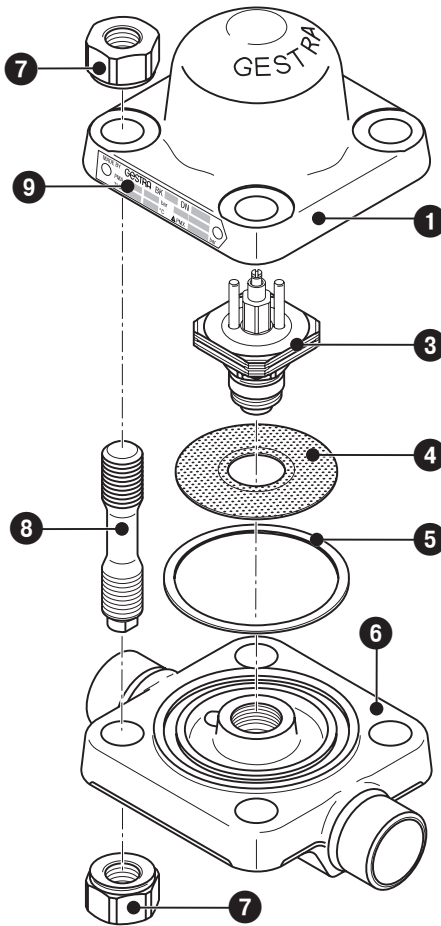
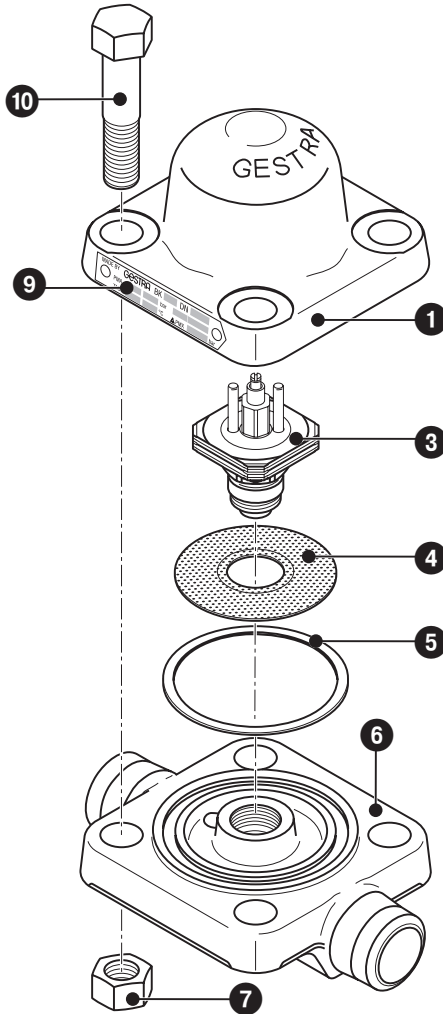
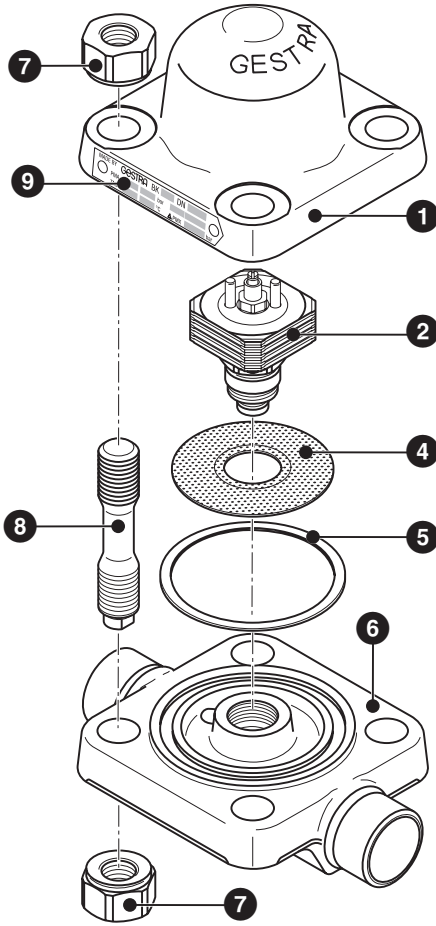
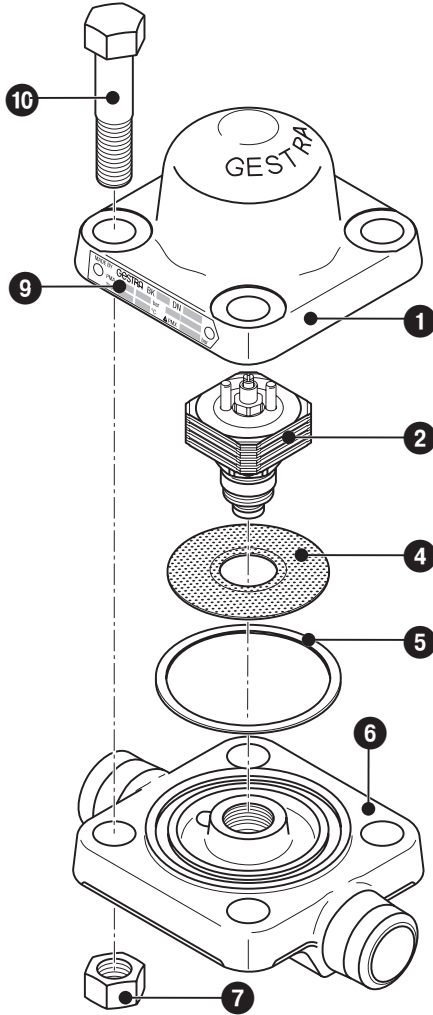

Fig. 2
Fig. 3
Fig. 4
Fig. 5
2. Haube ❶ von Gehäuse ❷ demontieren. **Fig. 2, Fig. 3, Fig. 4, Fig. 5**
3. Thermovit®-Regler ❷ oder ❸ mit einem Maulschlüssel demontieren.
4. Thermovit®-Regler ❷ oder ❸ herausschrauben und Schmutzsieb ❹ abnehmen.
6. Dichtflächen von Dichtringresten befreien und neuen Dichtring ❺ einlegen.
7. Dichtflächen an Gehäuse ❷ und Thermovit®-Regler ❷ oder ❸ reinigen.
8. Schmutzsieb ❹ reinigen und einlegen.
9. Thermovit®-Regler ❷ oder ❸ montieren und gemäß der **Tabelle Anzugsmomente** anziehen.
10. Gewinde der Schraubenbolzen mit Dehnschaft ❸ oder der Schraubenbolzen ❿ mit temperaturbeständigem Schmiermittel bestreichen (z.B. OKS 217®)
11. Haube ❶ aufsetzen, Schraubenbolzen mit Dehnschaft ❸ oder Schraubenbolzen ❿ mit Sechskantmutter ❼ montieren und gemäß der **Tabelle Anzugsmomente** über Kreuz festziehen.